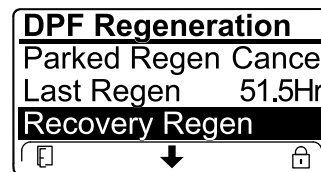

Bild 63
- Wenn der Motorcomputer keine Wiederherstellung-Regenerierung anfordert hat und Sie auf die Option RECOVERY REGEN. navigieren, ist die Wiederherstellung-Regenerierung gesperrt und das Schloss-Symbol (Bild 63) wird unten rechts im InfoCenter angezeigt.